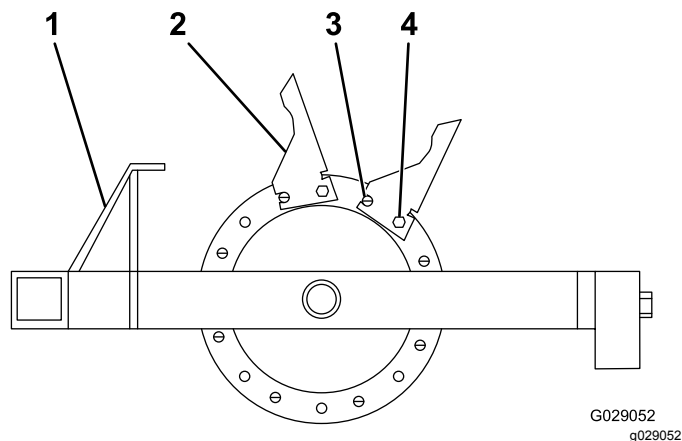

Рисунок 9
1. Начните с наружной литой детали и установите зубья, как показано на Рисунок 9.
2. Установите все 8 зубьев на литые детали, используя цилиндрический штифт и болты (1/2 дюйма x 1-3/4 дюйма) и убедившись в том, что цилиндрический штифт находится в переднем положении (Рисунок 9).